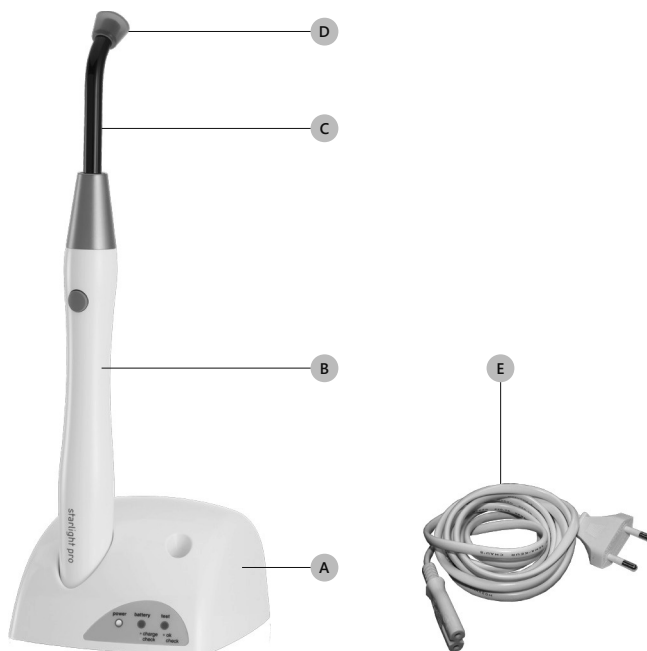
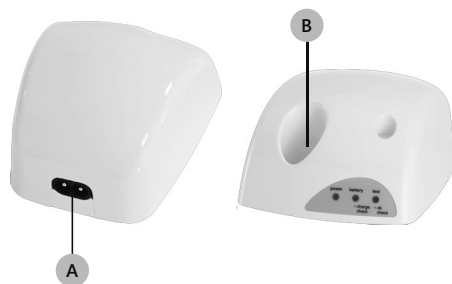

Figure 4 – La Liste des Composants
Figure 5 – Unité de recharge.
⚠ ATTENTION: Recharger la batterie en utilisant exclusivement l'unité de recharge Mectron (*Figure 4 à page 8 - Réf. A*). Ne pas essayer la recharge avec d'autres rechargeurs. DANGER d'explosion ou d'incendie.
Se référer à la Figure 4 à page 8:
⚠ DANGER: Ne jamais mettre en court-circuit les contacts électriques de l'unité de recharge avec des objets métalliques (Figure 5 à page 10 - Réf. B) et ne pas toucher avec les mains lorsque l'appareil est branché.
2. Insérer le câble d'alimentation du courant électrique (Figure 4 à page 8 - Réf. F) dans la connexion qui se trouve sur la partie arrière de l'appareil (Figure 5 à page 10 - Réf. A) et ensuite dans la prise au mur. LED vert power allumé (Tableau 1 à page 11 - Réf. A).
1. Insérer la pièce à main dans son siège sur l'unité de recharge (Figure 5 à page 10 - Réf. B). Le LED vert battery s'allume (Tableau 1 à page 11 - Réf. B).
ⓘ ATTENTION: Recharger la batterie en utilisant exclusivement l'unité de recharge Mectron (Figure 4 à page 8 - Réf. A). Ne pas essayer la recharge avec d'autres rechargeurs. DANGER d'explosion ou d'incendie.